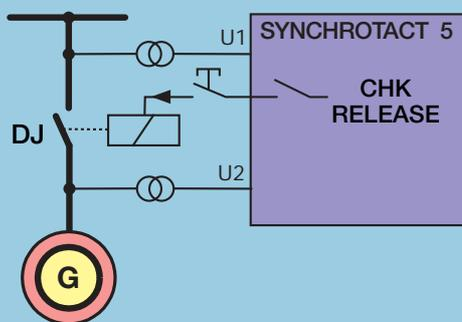

Fig. 3: Verificação de paralelismo manual (Synchrocheck)
3. Verificador (Synchrocheck) de paralelismo automático ou manual de linhas de transmissão, geradores e barras mortas (Dead Bus), ver Fig. 3 abaixo.